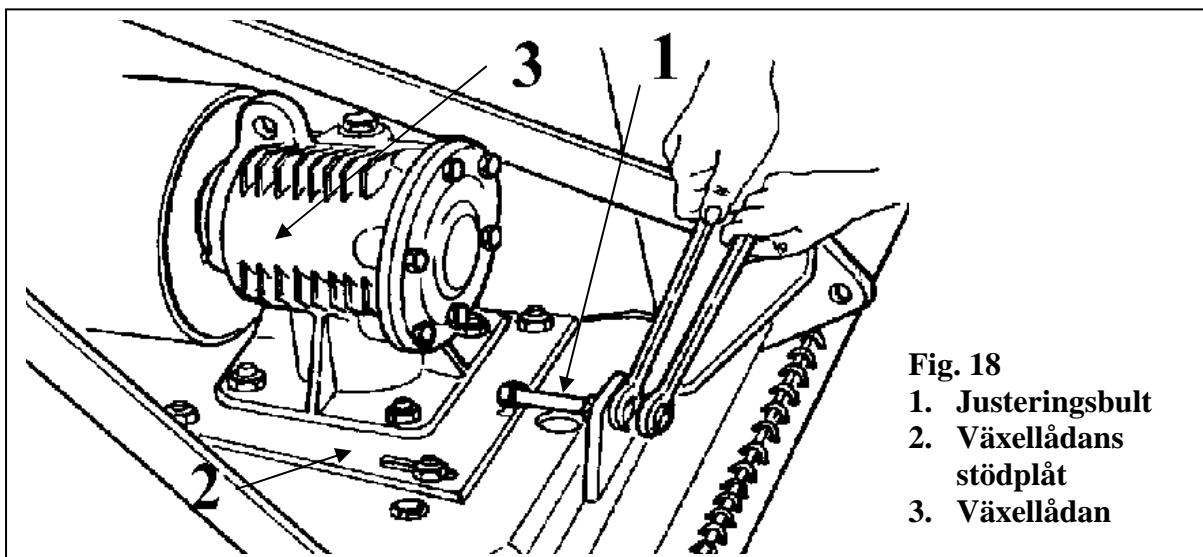

Fig. 18
Justering av remspänning (se fig. 18)
3. Lossa de två låsmuttrarna på justeringsbulten (**se fig. 18**).
2. Lossa på muttrarna som fästa växellådan med dess stödplåt (**se fig. 18**).
3. Lossa på muttren och vrid bulten så att växellådan kan skjuts framåt tills bälten är slakta (**se fig. 18**).
7. Frigör bultarna som håller växellådans stödplåt fäst till mittplåten (**se fig. 18**). Ta bort växellådan och dess stödplåt.